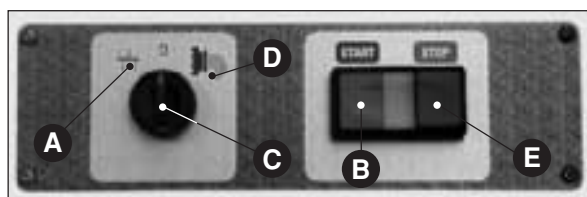

Fig. 11
- arrêter la machine en mettant le sélecteur sur la position "0" (**Fig. 11 C**) puis le tourner sur la position de pétrissage **III** (**Fig. 11 A**) pendant 10 à 15 secondes de manière à éliminer la pression sur la filière, due au produit;
- remettre enfin le sélecteur sur le "0" (**Fig. 11 C**), ou bien appuyer sur le bouton-poussoir d'arrêt (**Fig. 11 E**);
- Qu'en position "0" (Fig. 11 **C**) tous les organes de la machine sont immobiles; en position "filière" (Fig. 11 **D**) le malaxeur tourne dans un sens; la vis de sélection doit tourner dans le même sens (vérifier par les fentes du capot); en position "malaxer" (Fig. 11 **A**) les organes doivent tourner dans le sens contraire.